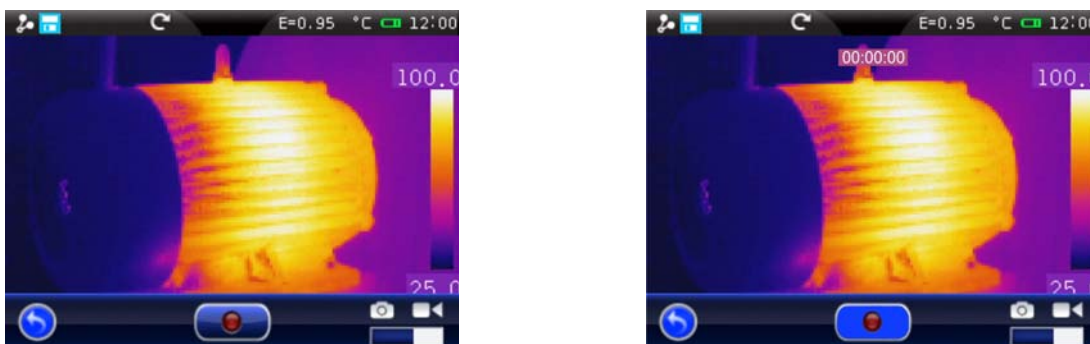

Abb. 64: IR-Videoaufzeichnung
1. Berühren Sie das Symbol "📹" im Hauptmenü und bewegen Sie das Symbol "📹" nach rechts. Die folgende Bildschirmseite erscheint im Display (siehe Abb. 64 – linke Seite).
2. Berühren Sie das Symbol "📹" zum Starten der IR Videoaufzeichnung. Das Symbol wird "📹" und die Angabe der Dauer des Videos in "HH:MM:SS" erscheint auf der Oberseite des Displays (siehe Abb. 64 – rechte Seite).